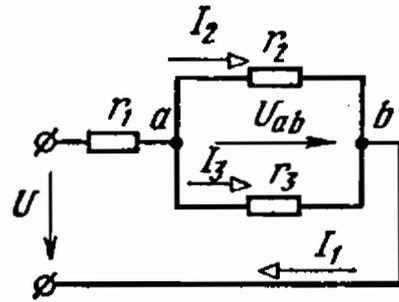

Рис. 1.10
1.10. На рис. 1.10 показана схема электрической цепи с резисторами, сопротивления которых $r_1 = 18$ Ом, $r_2 = 30$ Ом; $r_3 = 20$ Ом. Определить токи в ветвях, если напряжение $U = 120$ В.
1.11. Определить токи, напряжение и мощность цепи (см. рис. 1.10), если заданы сопротивления $r_1=12$ Ом, $r_2=30$ Ом, $r_3=20$ Ом и ток $I_2=2$ А.